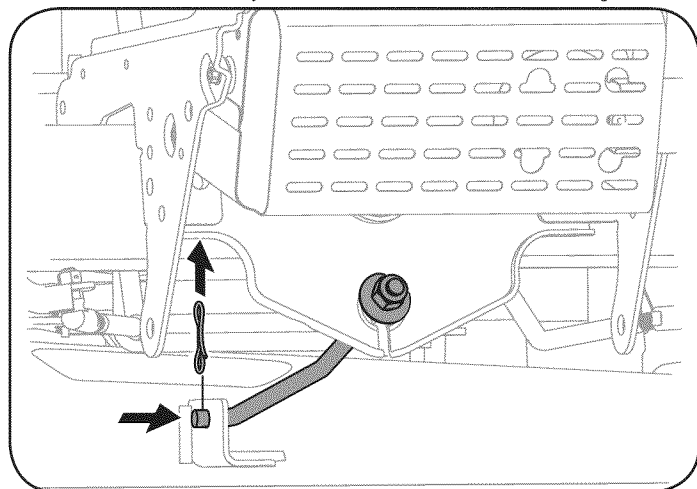

Figura 21
- Retire la pajarita chaveta garantizar la barra estabilizadora de cubierta a cubierta. Deslice la barra de levantar la cubierta de la soldadura de montaje en la cubierta como se ve en la figura. 21.